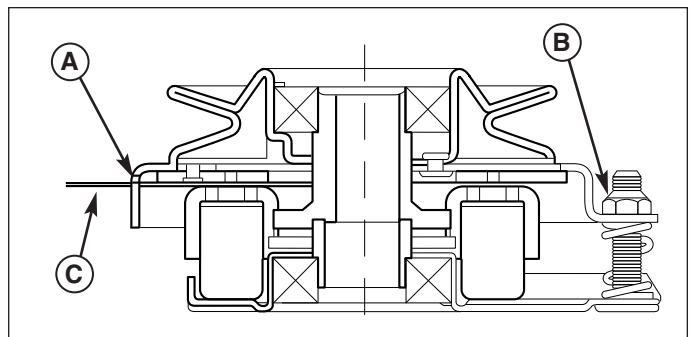

Figura 33. Regolazione della frizione della presa di forza
3. Inserire uno spessimetro da 2,5-4,0 mm (C) attraverso ciascuna finestra, posizionandolo come illustrato (Figura 33) tra la faccia del rotore e quella dell'armatura.